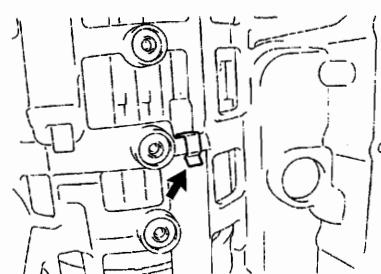

图 12-1-57
(62) 如图 12-1-57 所示, 从变速器壳上拆下制动片限位弹簧。
(8) 如图 12-1-57 所示，安装制动器盘止动装置弹簧。